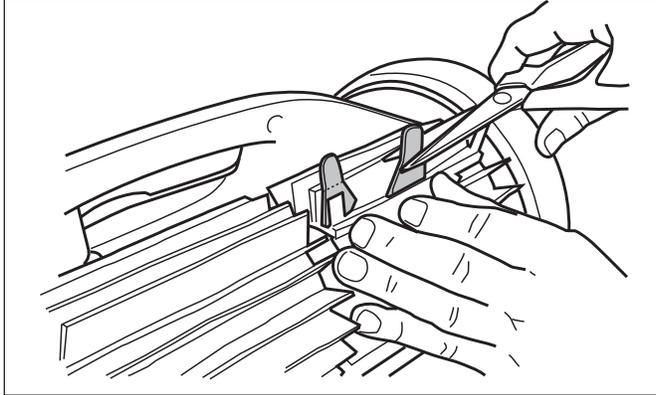

Figure 32. Coupage des languettes
5. Utilisez des ciseaux pour couper les languettes à 3/4 po (19 mm) du talon afin qu'elles ne dépassent pas de la lame de nettoyage (Figure 32).